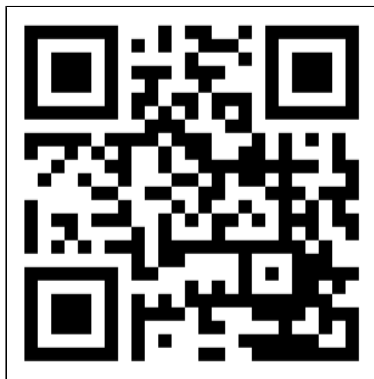

Abbildung 51.
1. Öffnen Sie das Eurom Smart App-Handbuch mit dem QR-Code (Abbildung 51) oder gehen Sie zu www.eurom.nl/nl/manuals.